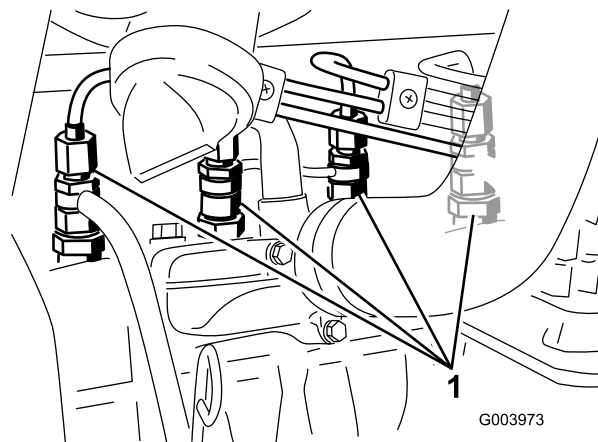

Figura 38
1. Afloje la conexión entre el tubo y el conjunto de boquilla y soporte N° 1 (Figura 38).